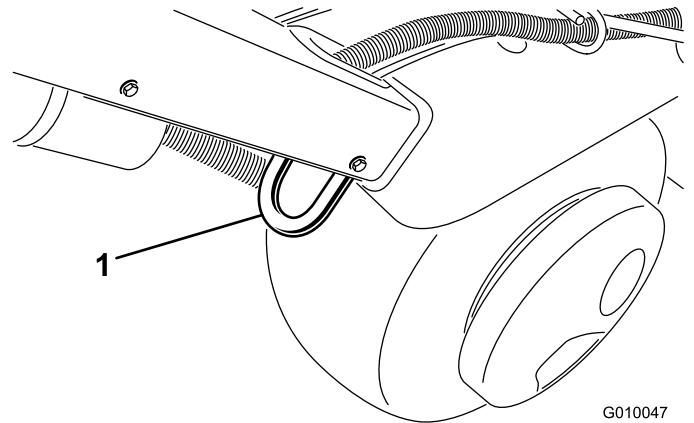
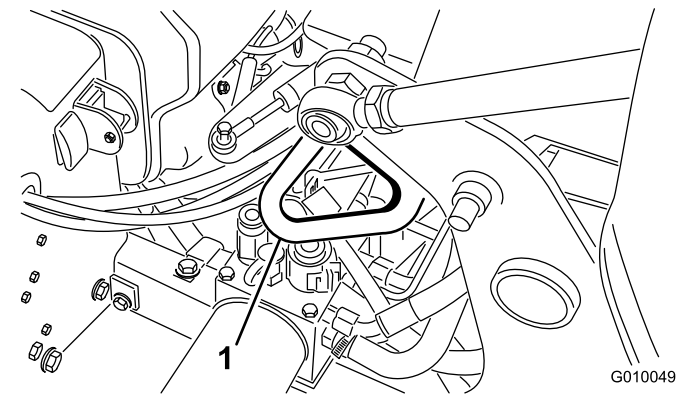

Figura 32
Figura 34
3. Sujete el aireador firmemente por los puntos de amarre (Figura 32 - Figura 34) al remolque o al camión con correas, cadenas, cables o cuerdas.